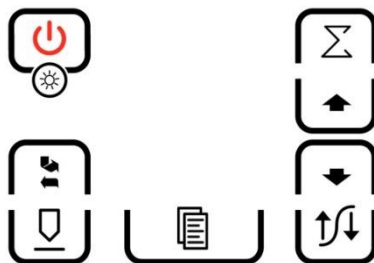

Рисунок 1 - Клавиатура управления толщиномером
- клавиатура управления толщиномером (см. рисунок 1).